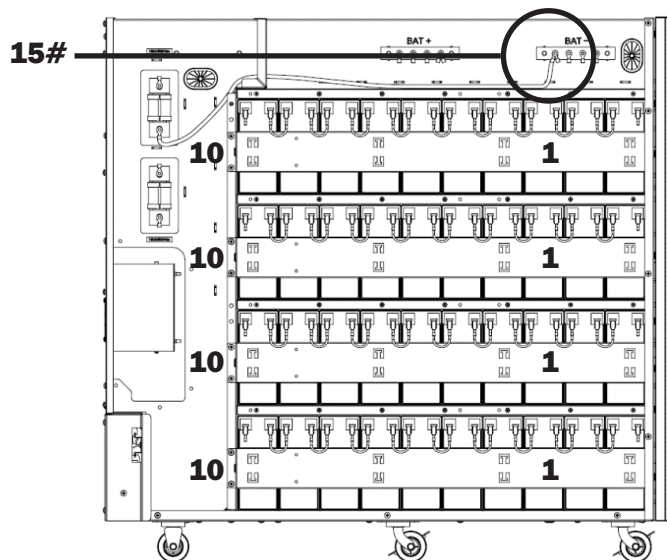

Figure 5-25
37. Connecter la barre du bus de la batterie - au fusible (Figure 5-25).